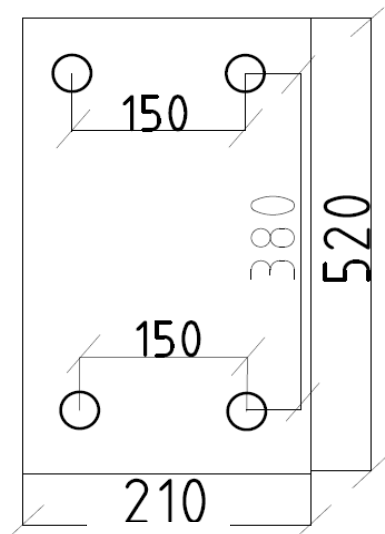

Рис.3
3.2.3. Просверлите на необходимой высоте (см. рис.3) два отверстия (для усиленного крепления четыре отверстия) и прикрепите защитный корпус дозирующей установки к стене при помощи прилагаемого крепежа (дюбель с саморезом).